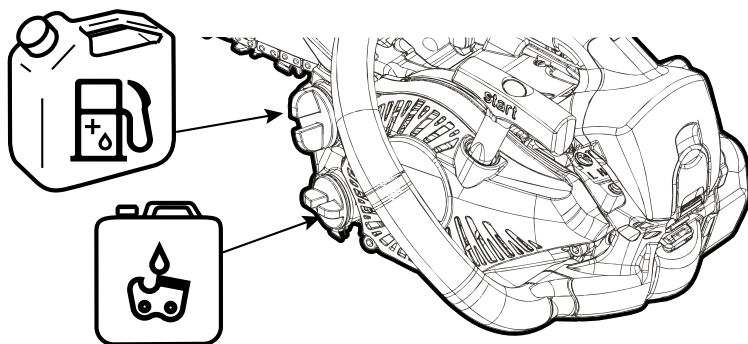

Рисунок 19. Схема обслуговування паливного та мастильного фільтрів.
6.4 Обслуговування паливного фільтра (рис. 19).